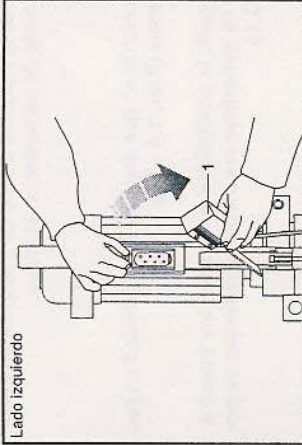

FIG.4
- 1- Quitar la toma de alimentación eléctrica del motorreductor (FIG.4-Rif.1);